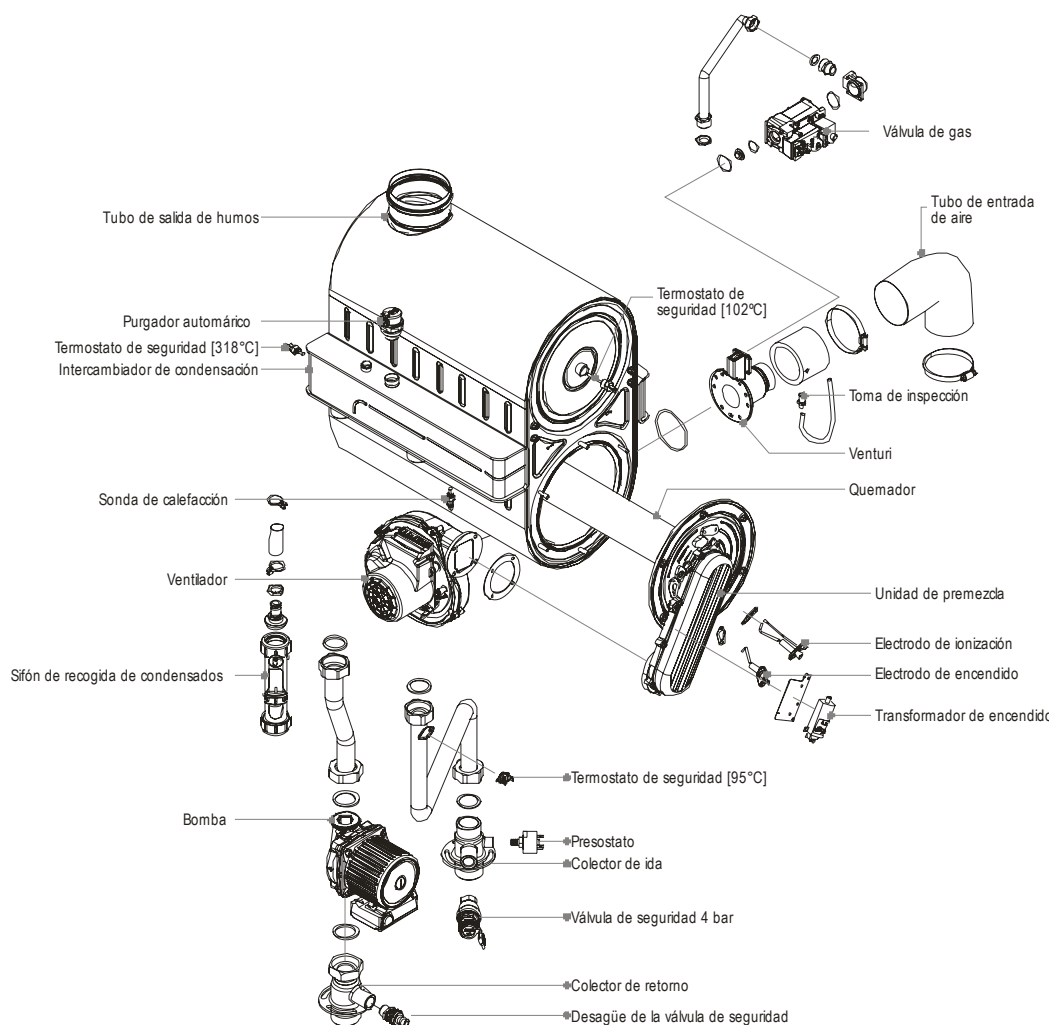

Figura 1
6.7.1 Limpieza del módulo de condensación y del grupo combustión (figura 1 siguiente)